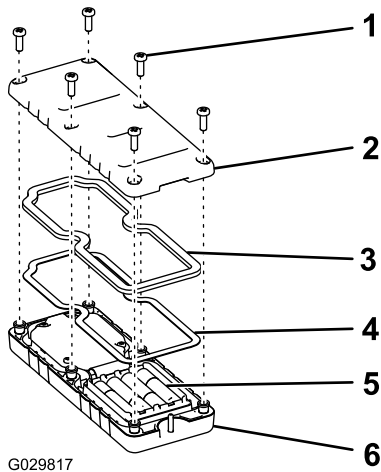

图40
- 放回后盖，并用先前卸下的 6 个螺丝固定（图40），上紧螺丝扭矩至 1.5~1.7N·m。
- 从遥控器后面卸下 6 个螺钉，然后取下后盖（图40）。